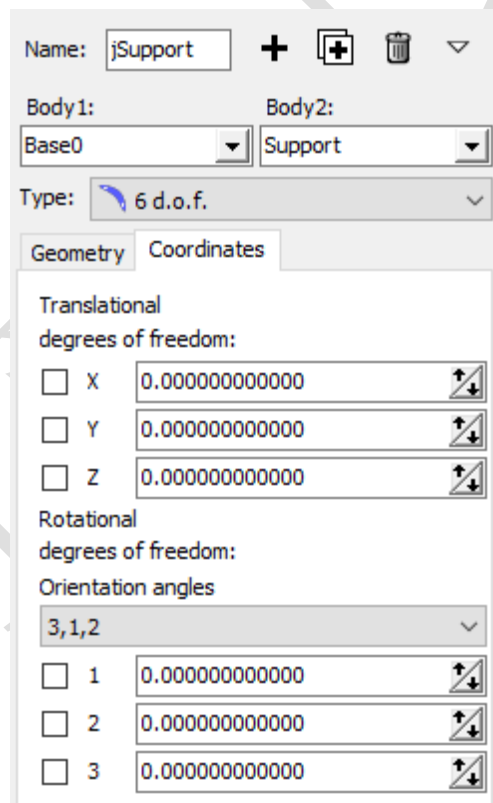

图 3.4 Support 的铰
5. 在 **Coordinates** 页面取消所有自由度，让 **Support** 与大地固结，如图 3.4 所示。